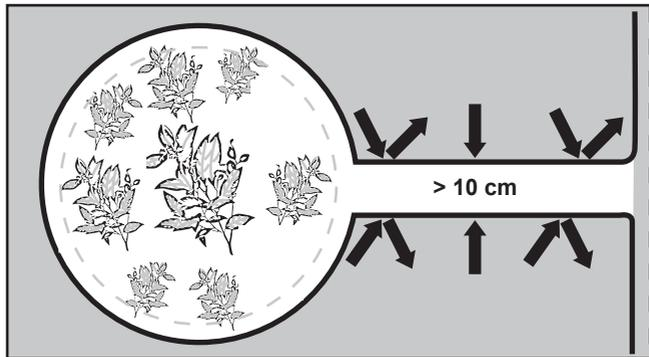

Fig. 3
1. Maintenir une distance de plus de 10 cm entre les câbles parallèles (Fig. 3). Cela permet à la machine de reconnaître le câble périphérique comme un obstacle standard lors de la coupe, et de s'en éloigner comme d'habitude.